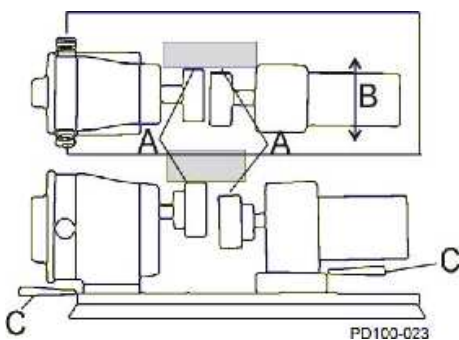

Abb.20 Parallelausrichtung prüfen
2. Messen Sie mit einer Fühlerlehre an Punkt A wie in Abbildung 20, wie weit und in welche Richtung verschoben werden muss (Abb. 20, Pos. B).